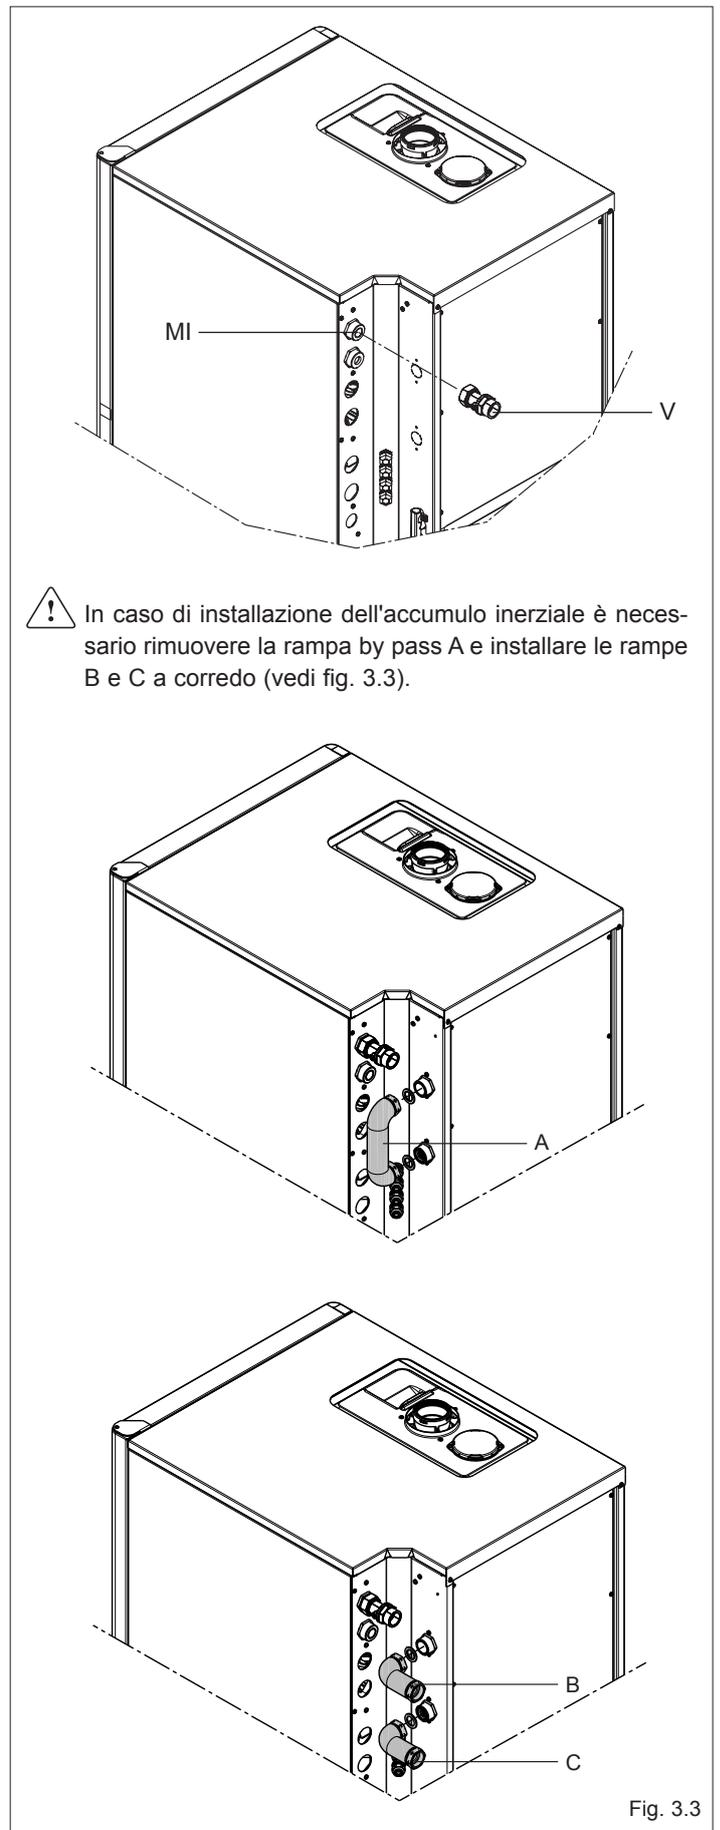

Fig. 3.3
- ⚠ Installare la valvola di non ritorno V fornita in dotazione sulla mandata impianto MI (vedi fig. 3.3)